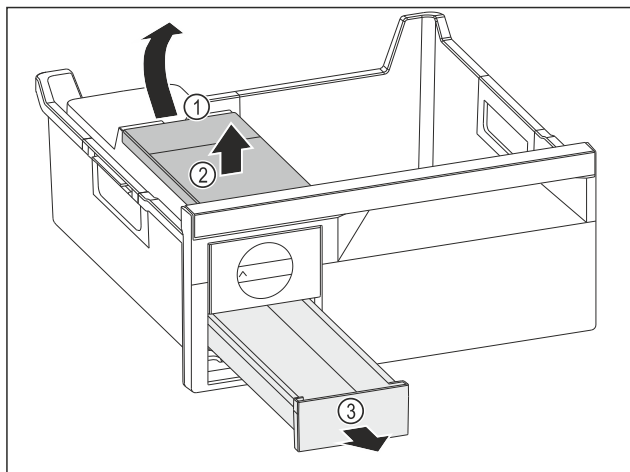

Fig. 95
- Retirer le réservoir d'eau : Soulever le réservoir d'eau hors de l'évidement Fig. 95 (1).
- Retirer le réservoir d'eau Fig. 95 (2) vers le haut.
- Retirer le compartiment à glaçons Fig. 95 (3) vers l'avant.